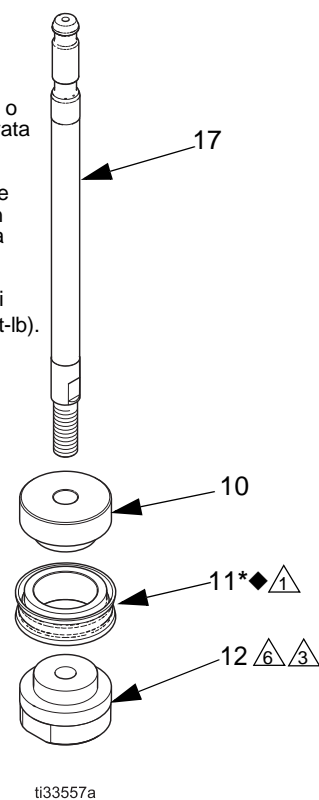

FIG. 3. Smontare o montare il pistone (Solo modelli da 750 cc)
Solo modelli da 750 cc: Posizionare la tenuta del pistone (11*◆) sul pistone (10). Vedere FIG. 3, pagina 7.
2. Applicare Loctite® 263 o 2760 a resistenza elevata (rossa) alle filettature del diametro interno del dado del pistone (12). Avvitare l'asta (17) attraverso il pistone (10) e il distanziale (40; non usato sui modelli 750 cc) nel dado del pistone (12). Serrare il dado del pistone a una coppia di 129-135 N•m (95-100 ft-lb). Il sigillante deve essere lasciato indurire per un minimo di 12 ore prima dell'utilizzo.